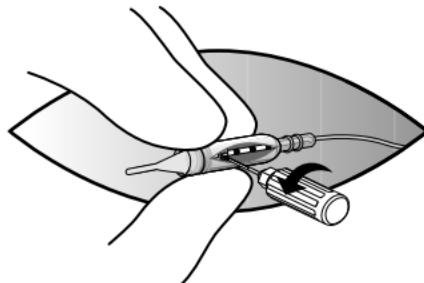

Abbildung 6. Lösen der Schraube
6. Lösen Sie mithilfe des Drehmomentschlüssels die Schraube im Schraubkonnektorblock durch Drehung gegen den Uhrzeigersinn (ca. eine Umdrehung) (Abbildung 6).